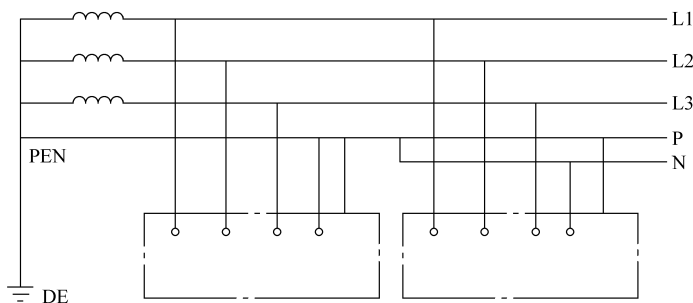

图 1-14 TN—C—S 系统
③ TN—C—S 系统。在整个系统中，保护导线和中性线开始是合一的，从某一位置开始分开，如图 1-14 所示。在实际供电中，从变压器引出的往往是 TN—C 系统，三相四线制。进入建筑物后，从建筑物总配电箱开始变为 TN—S 系统，加强建筑物内的用电安全性，这种做法也可以称为局部三相五线制。